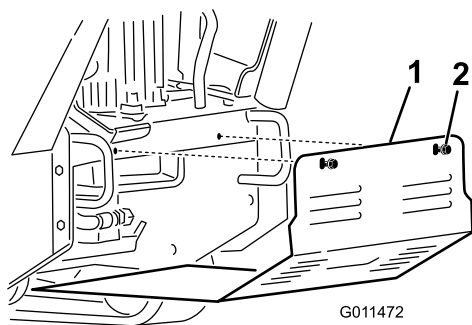

Figura 26
2. Allentate uno dopo l'altro i due bulloni che fissano lo schermo inferiore, fino a liberare completamente lo schermo (Figura 26).
2. Fate scorrere lo schermo inferiore nella macchina in modo che poggi su tutte e 4 le alette (Figura 26).